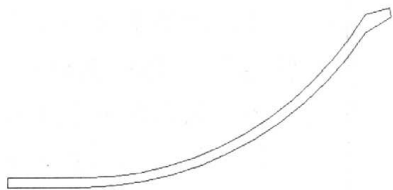

图 3-2
3. 制作水果盘。单击“绘图”工具栏上的  按钮或输入 PL 命令。以原点为起点，绘制一封闭的多段线，尺寸可随意设置，如图 3-2 所示。